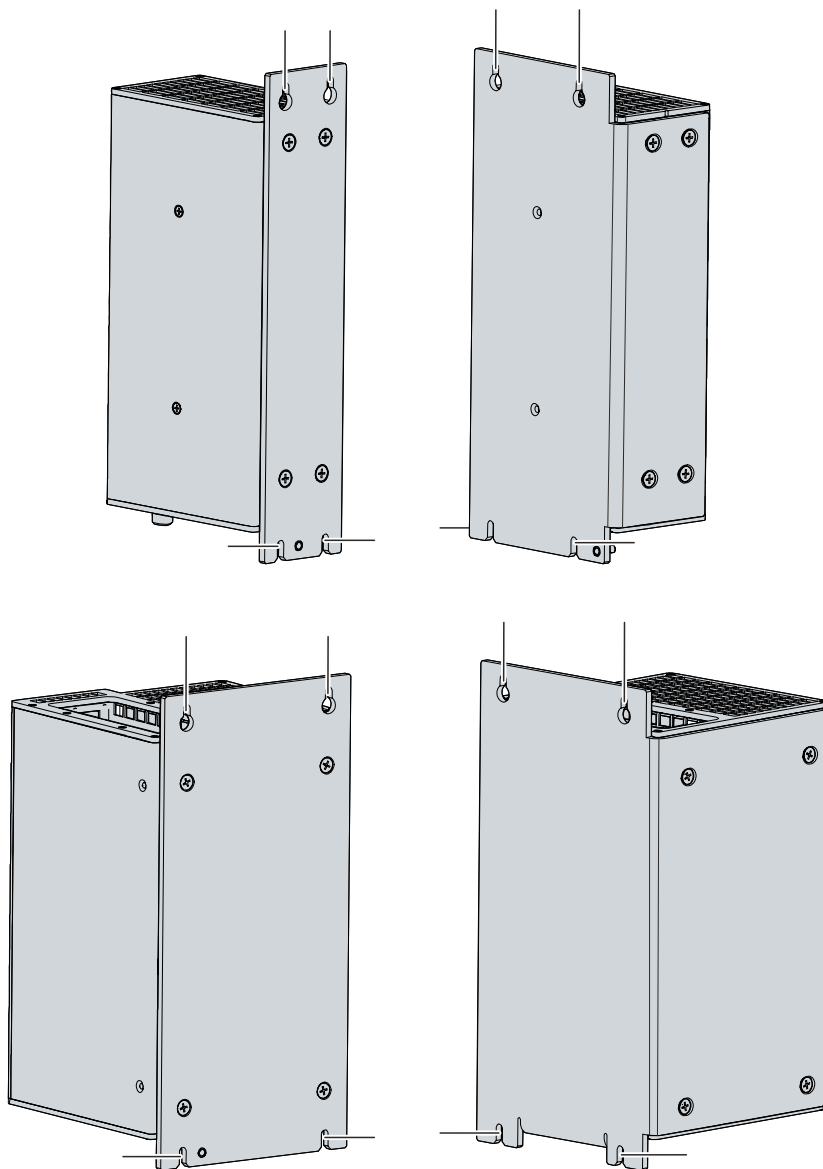

図 21: C6920\_制御盤からの取り外し
2. PCを持ち上げ、取付ネジがキーホールにはまるようにします(図21 参照)。